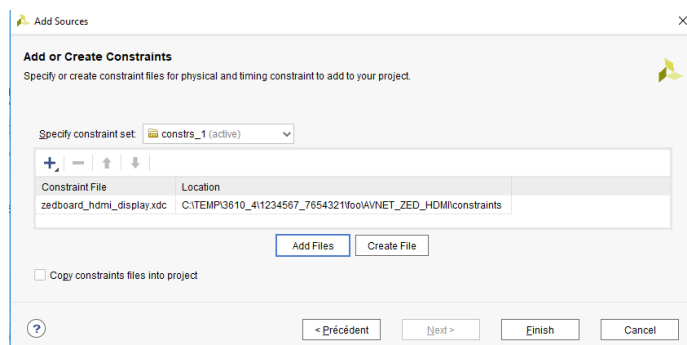

FIGURE 13 – Ajout du fichier de contraintes
- (c) Ajoutez le fichier `ip_repo/AVNET_ZED_HDMI/constraints/zedboard_hdmi_display.xdc` (figure 13).